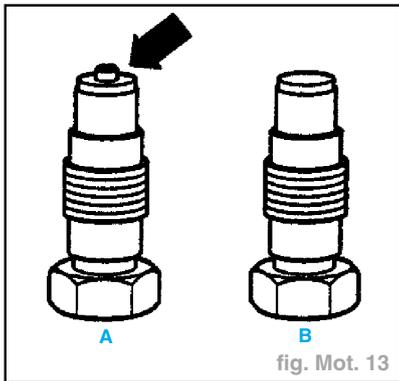

fig. Mot. 13
**Nota :** - A partir du numéro de moteur **AAA-217001**, seules les chaînes simples à rouleaux sont posées pour la commande d'arbres à cames. De ce fait, le tendeur de chaîne n'a pas d'alésage d'huile et il n'est plus nécessaire de le purger d'air (fig. Mot. 13).
- Le tendeur de chaîne (A) avec l'alésage d'huile (flèche) ne doit être posé que sur la chaîne double à rouleaux.
- Le tendeur de chaîne (B) ne doit être posé que sur la chaîne simple à rouleaux.